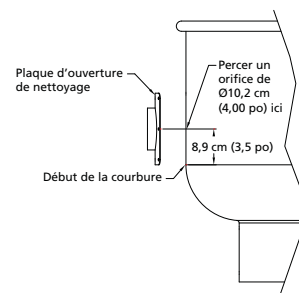

Figure 1 — Ouverture de nettoyage
- Repérer et marquer l'emplacement de pose. L'ouverture de nettoyage doit être posée à 90 degrés à gauche ou à droite du raccord de drainage. Voir l'emplacement de perçage à la Figure 1.